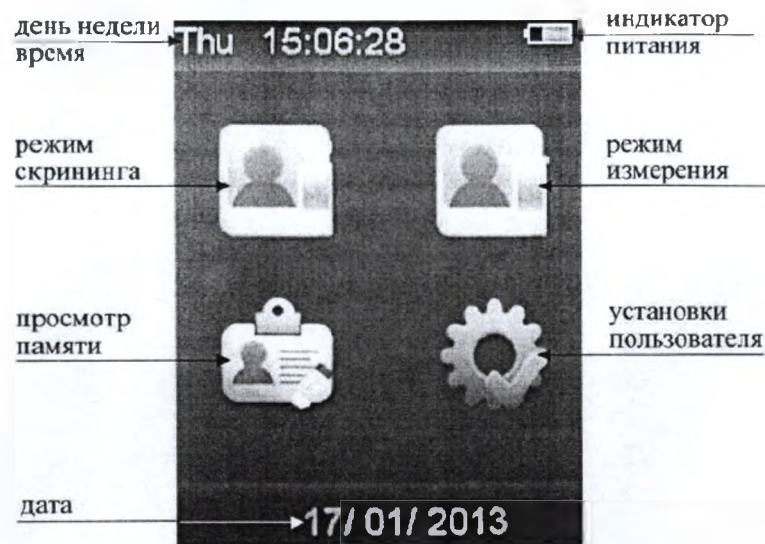

Рисунок 4 – Главное меню анализатора
Далее проводится автотестирование: происходит контроль температуры платы с электрохимическим датчиком; контроль уровня напряжения питания, после этого на дисплее появляется главное меню анализатора (рисунок 4).
2.3.1 При включении анализатора после заставки с названием анализатора и версии программного обеспечения на дисплее появляется главное меню из 4 пунктов-иконок и индикаторов, информирующих об уровне напряжения элементов питания, текущем времени и дате (рисунок 4).
2.7.1 Включите анализатор нажатием на кнопку вкл/выкл, удерживая ее до звукового сигнала (около 2 секунд). После заставки с названием анализатора и версией программного обеспечения, на дисплее появится главное меню анализатора (рисунок 4).